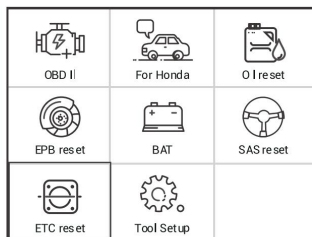

Abbildung 1
(1) Wählen Sie das Kontextmenü [ETC Reset] direkt aus der Hauptoberfläche. (Abbildung 1)
(1) Wählen Sie [Brake Pad Replacement] direkt aus dem Neun-Felder-Menü. (Abbildung 1)